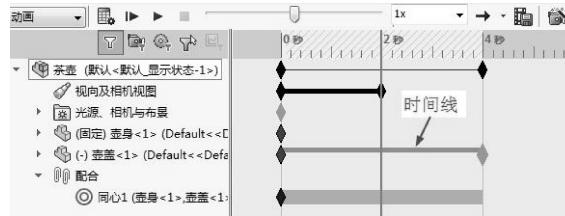

图 8-15 替换键码创建时间线
- 10 移动后，右键单击 4 秒处的键码点，选择快捷菜单中的【替换键码】命令，创建壶盖的时间线，如图 8-15 所示。